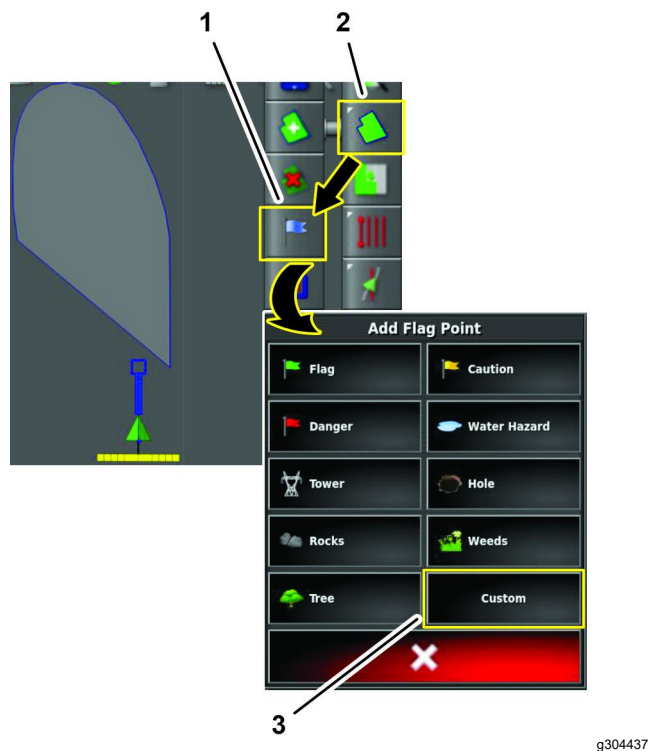

图 80
2. 在添加标志旗点菜单中按场地菜单图标和设定标志旗点图标 图 80。
3. 按定制标志旗点图标 图 80。